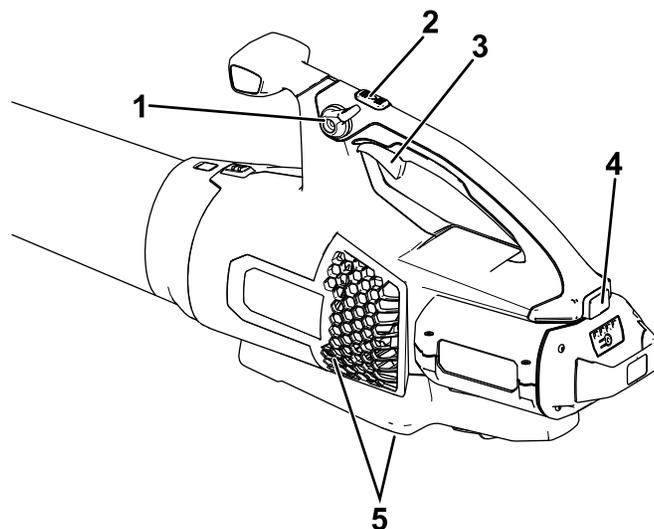

図 6
4. ブロアーを始動するには、可変速度トリガーを押す (図 6)。
注 速度ロックをオンにすると、可変速度トリガーを押さなくてもマシンをオンの状態に維持できます (図 6)。
最高のパフォーマンス (空気速度) を実現するには、可変速度トリガーを完全に押し下げてから、ターボブーストボタンを必要な時間押し続けます (図 6)。
吹き飛ばすときの空気の色を調整するには、可変速度トリガーを使います (図 6)。
現在の空気速度を維持するには、速度ロックをオンにします (図 6)。
ブロアーを停止するには、速度ロック使っている場合を解除し、可変速度トリガーを放します (図 6)。